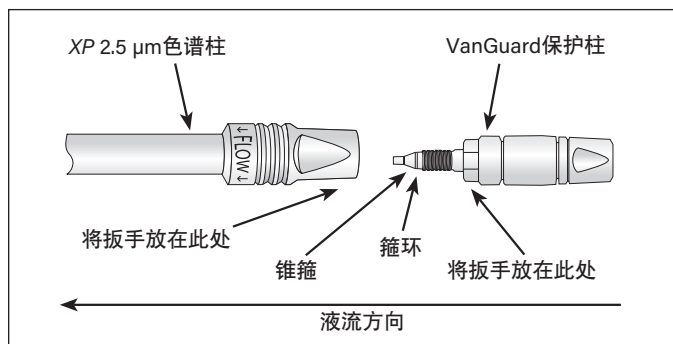

图4：安装VanGuard保护柱。
5. 如图4所示，将两个5/16英寸扳手分别置于XP色谱柱的平坦部分和VanGuard保护柱六角螺母（外接头）处，然后拧紧。